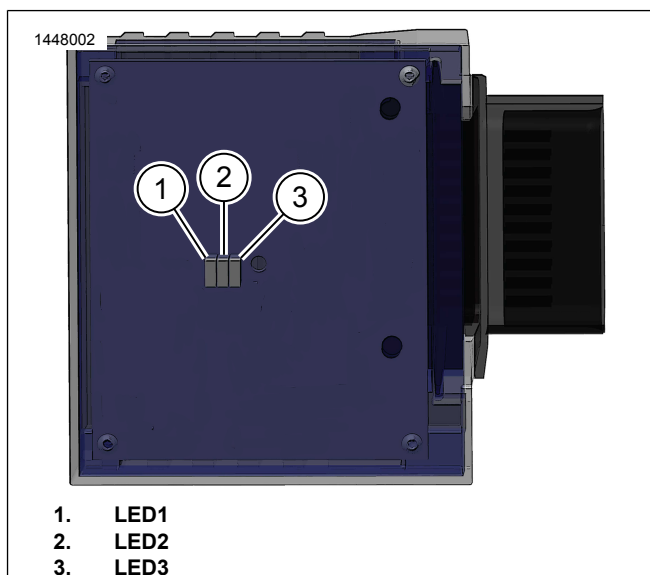

Figura 4. LEDs RIO
a. Veja a figura 4. O RIO-ESC contém três LEDs expostos na parte de trás: estes ficam mais facilmente visíveis se o RIO-ESC for desencaixado da base do assento. Se for cortada, a abraçadeira no chicote de fios do RIO-ESC deve ser substituída.
- b. Veja Figura 4 e Tabela 3 para obter detalhes sobre os códigos de eventos. Vários eventos são interdependentes.